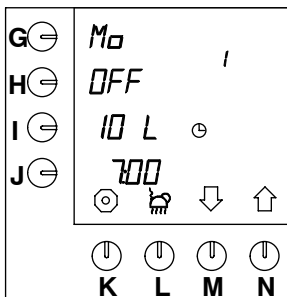

Fig. 14 Ajuste preprogramado por estandar
- A continuación, en el display aparecerá la **primera** programación para el **próximo día**, vea fig. 14 .